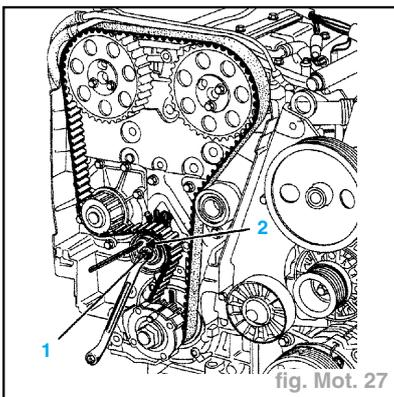

fig. Mot. 27
- Détendre le tendeur en desserrant la vis centrale (1) d'un tour (fig. Mot. 27).
- Maintenir la vis centrale (1) du tendeur et tourner l'excentrique (2) à l'aide d'une clé six pans de **6 mm** dans le sens inverse des aiguilles d'une montre jusqu'à ce que l'index mobile (E) dépasse "la fenêtre de tension" (F) (fig. Mot. 27 et 30).